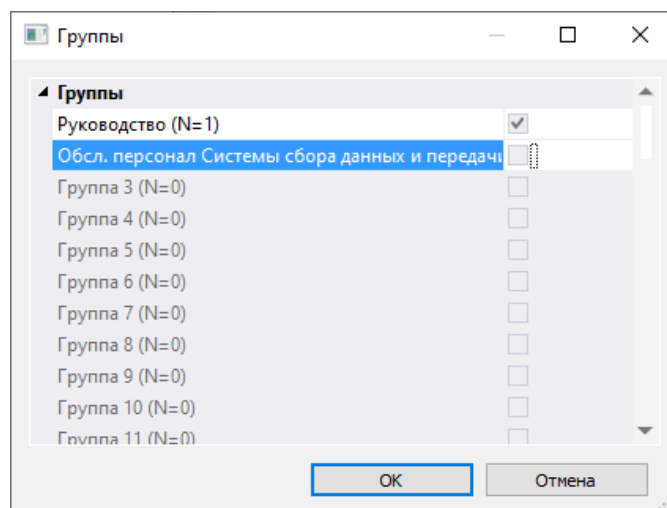

Рис. 63. МДП «Выбор групп получателей»
4. Получатели. Группы получателей перечислены через знак «;». Для добавления или удаления группы получателей SMS сообщения нажмите кнопку [...]. На экране появится МДП «Выбор групп получателей», показанная на Рис. 63. Неактивные группы с названиями по умолчанию недоступны к выбору. Для внесения изменений в список можно нажать кнопку Получатели SMS родительского мастера;